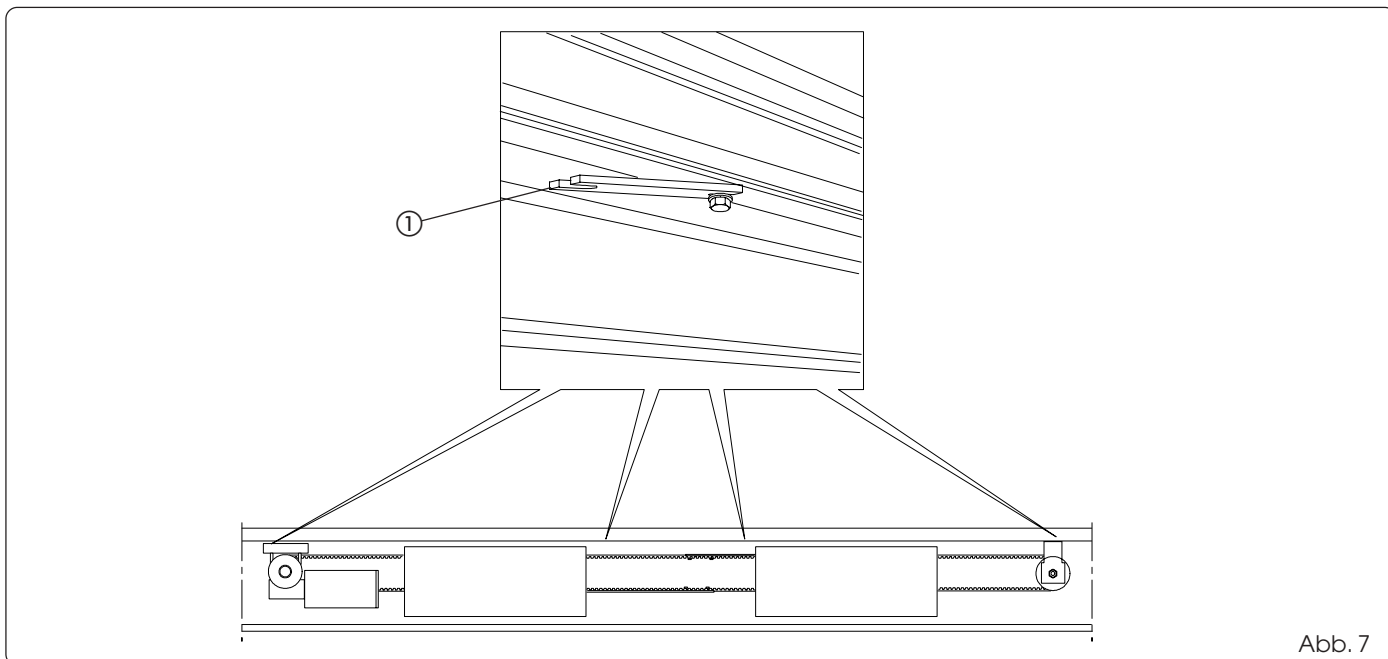

Abb. 7
Die Muttern der Befestigungsplatten lockern, nur eine Mutter für jede Platte entfernen (Abb. 7 Bez. ①) und das Antriebsmodul abnehmen.